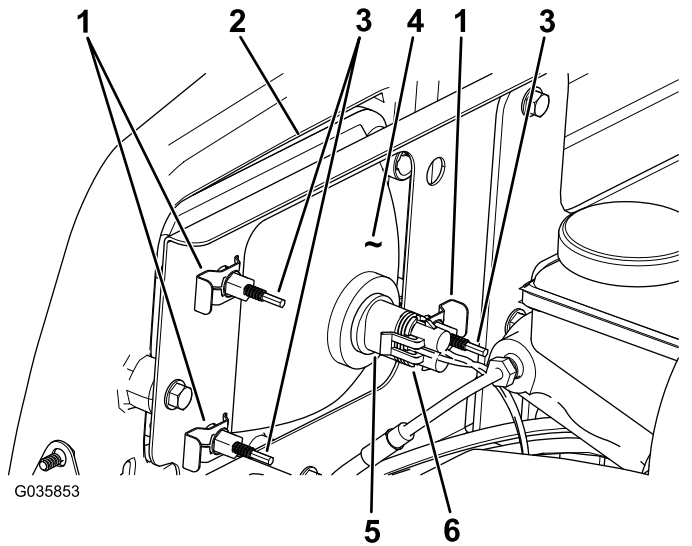

图 53
3. 将线束的电气接头与新灯总成的接头断开 图 53。
4. 卸下将大灯固定至大灯支架上的快速夹 图 53。
5. 将大灯总成从前保险杠的开口向前推出卸下大灯总成 图 53。
6. 通过保险杠开口将新大灯装入 图 53。
8. 将线束的电气接头与灯总成的接头连接 图 53。
2. 在大灯总成背面旋转调节螺丝 图 53 以转动大灯总成调整光束投射的位置。